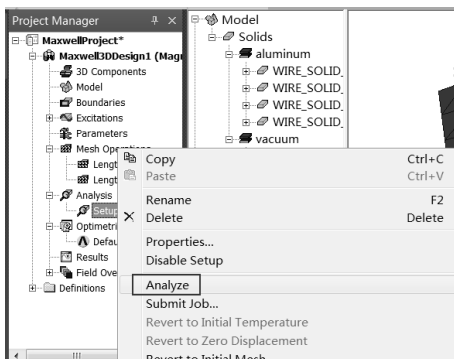

图 19-27 求解模型
Step2：求解计算。右击 Project Manager 中的 Analysis→Setup1 选项，在弹出的快捷菜单中选择如图 19-27 所示的 Analyze 命令，进行求解计算，求解需要一定的时间。